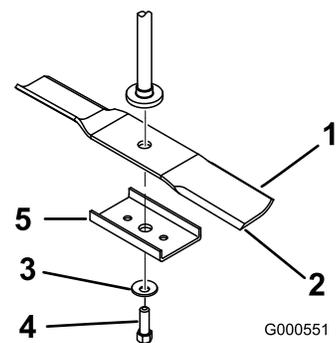

Figure 48
Tenez la lame à son extrémité avec un chiffon ou un gant épais. Enlevez de l'axe, le boulon, la rondelle bombée, le renfort et la lame (Figure 48).
1. Placez la lame sur l'axe (Figure 48).
- Montez le renfort, la rondelle bombée (face concave vers la lame) et le boulon de lame (Figure 48).